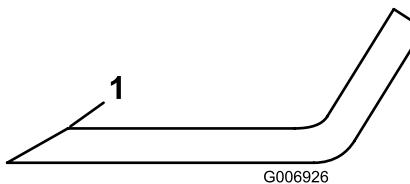

Figura 74
4. Inspecione as extremidades de corte de todas as lâminas. Afie as extremidades de corte se apresentarem sinais de desgaste ou ranhuras, afie apenas a zona superior da parte cortante e mantenha o ângulo de corte original para garantir um desempenho eficaz da lâmina (Figura 74).